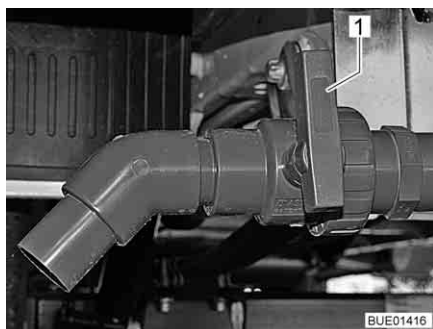

Bild 206 Ablasshahn (außen)
- Den Griff (Bild 206,1) des Ablasshahns in Fließrichtung drehen. Das Abwasser wird so über einen Kugelhahn abgelassen.